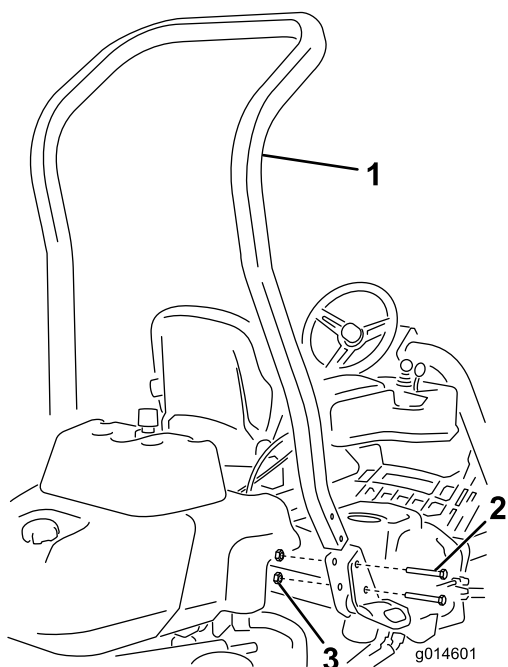

Figura 3
3. Installate il roll bar nelle tasche su ambo i lati della macchina utilizzando 4 bulloni ($\frac{1}{2}$ " x $3\frac{3}{4}$ ") e 4 dadi flangiati ($\frac{1}{2}$ ") come mostrato in Figura 3.